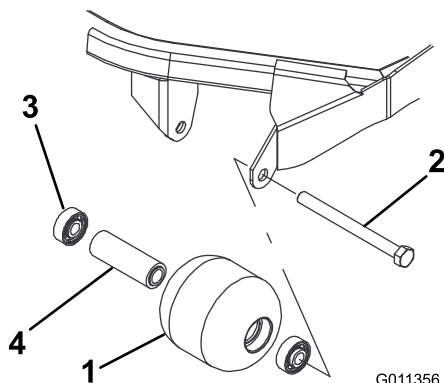

Figura 126
1. Îndepărtați urubul de montare a rolei (Figura 126).
1. Apăsai primul lagăr în carcasa rolei (Figura 126). Apăsai doar sau în mod egal pe calea de rulare interioară și exterioră.
2. Introduceți distanțierul (Figura 126).
3. Apăsai al doilea lagăr în carcasa rolei (Figura 126). Apăsai în mod egal pe calea de rulare interioară și pe cea exterioră până când calea interioară intră în contact cu distanțierul.
4. Inspectai carcasa rolei, lagărul și distanțierul lagărului pentru a observa dacă sunt deteriorate (Figura 126). Înlocuiți toate componentele deteriorate și montați-le.